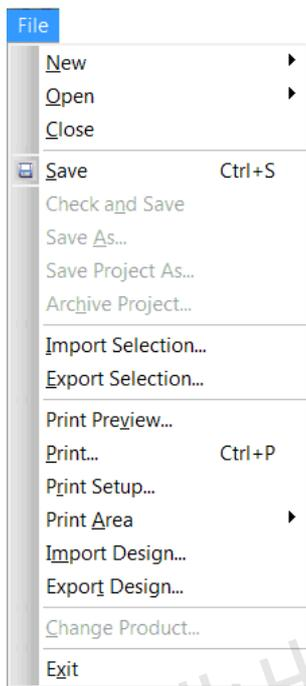

图 2-8 File 命令菜单
Page Editor 窗口中的File 下拉式子命令菜单如图2-8所示。其中新建、打开、关闭、打印等功能与常用软件工具中的相同。需要说明的是下面4条子命令。
① 与电路图中单元存取有关的两条子命令:为提高绘图效率,可以将电路图中的某一单元(又称为Block)存入用户建立的符号库。在随后的电路图绘制过程中,可将其调入以减少绘制工作量。图2-8中第三组的两条子命令用于单元电路的存取。
② 与电路图数据格式转换有关的两条子命令:为了与其他电路图绘制软件交换数据,有时需要转换电路图的数据格式,图2-8中第四组内的两条子命令用于电路图数据格式的转换。